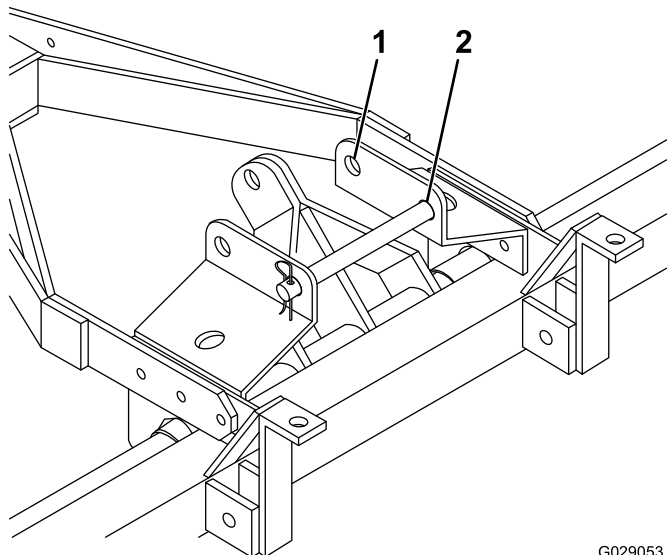

Figura 10
1. Spostate il perno di bloccaggio in posizione posteriore (arieggiatura) (Figura 10).
6. Durante il trasporto del Modello 44856, posizionate il perno di bloccaggio nel foro anteriore (Figura 10).